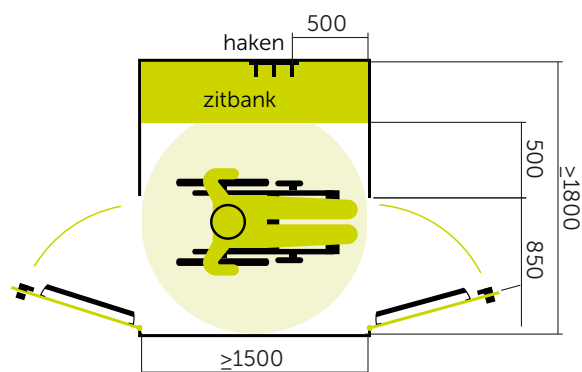

fig 19 Deze kleedruimte is geschikt voor een rolstoeler.
- Vrije manoeuvreerruimte $\varnothing$ 1500 mm x 300 mm vanaf de vloer voor een rolstoeler. (fig 19)
- Naar buiten draaiende deur. (fig 19)
- Doorgang deur is minimaal 850 mm (Duitsland 900 mm) (fig 19)
- Deurbediening 500 mm uit de hoek. In een kleedruimte betekent dat 500 mm tussen de deur en een zitbank. (fig 19)
- Kledinghaken op 1350 mm hoogte en 500 mm uit de hoek. (fig 19, 20 and 21)
- Zitbank minimaal 400 mm diep en 450 mm hoog. (fig 19, 20 en 21)
- Tussen de deurklink en een zitbank of garderobe is er een ruimte van tenminste 500 mm. (fig 19)
- Een horizontale beugel aan de binnenzijde van de deur, zodat een rolstoeler zelfstandig de deur dicht kan trekken. (fig 19)